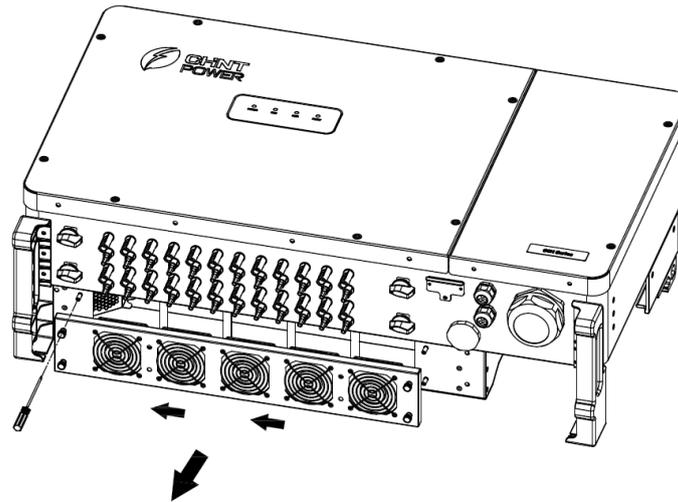

Figura 7-1 Remova a bandeja de ventoinhas e a ventoinha
1. Use uma chave Phillips No.2 para remover os 4 parafusos fixando a carcaça da ventoinha como mostra a figura 7-1.